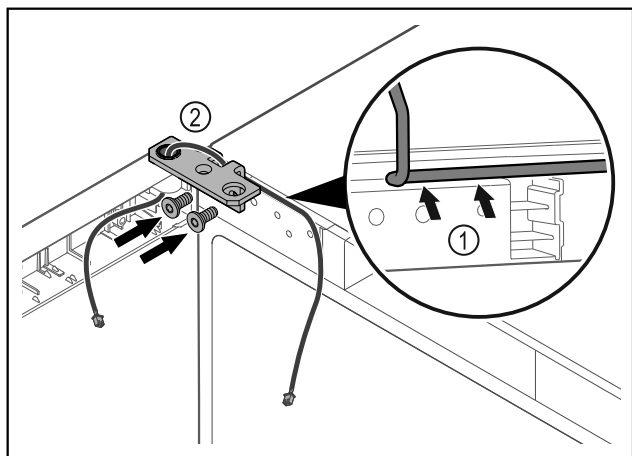

Fig. 38
- ▶ Вкарайте кабела през прореза на ъгъла на пантата и го положете внимателно Fig. 38 (1).
- ▶ Завинтете ъгъла на пантата Fig. 38 (2).